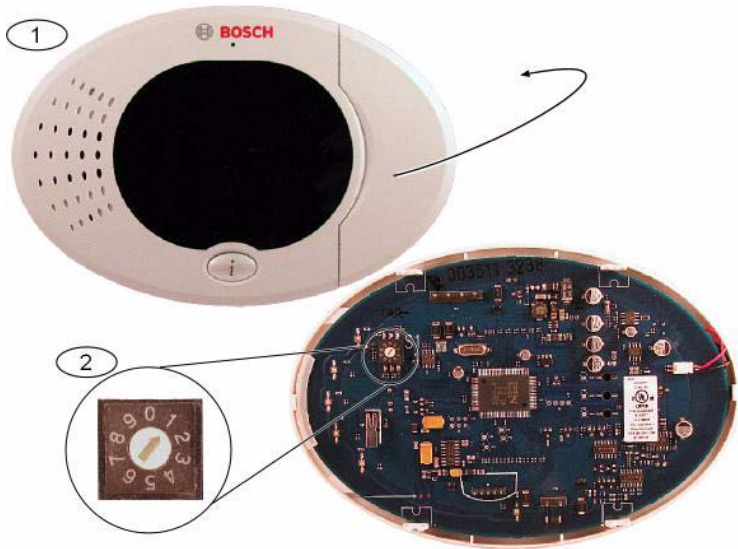

Figura 2.1 Interruptor de Endereço do Teclado de Comando
2. Se instalar mais do que um teclado de comando, é necessário que cada um tenha um endereço único. Os endereços válidos são 1 a 4. Consulte a *Figura 2.1* para identificar o local do interruptor de endereço.